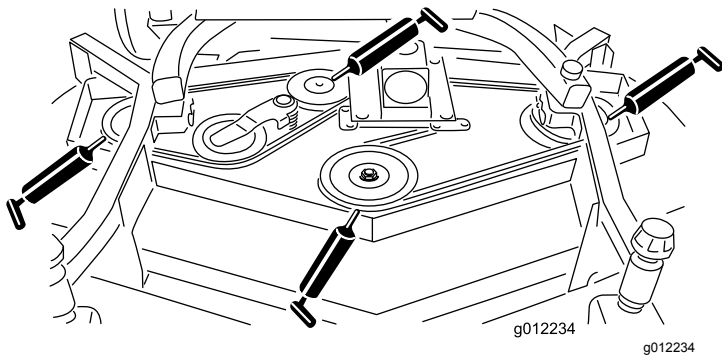

Figura 21
polea) (Figura 21).
- Cojinetes del eje del brazo tensor (Figura 21)